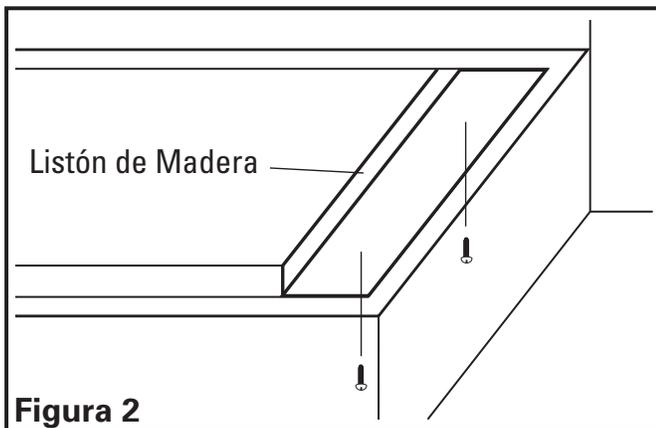

**Figura 1**
- Retire la cubierta de la lámpara presionando ambas lengüetas en forma conjunta (**Figura 1**).